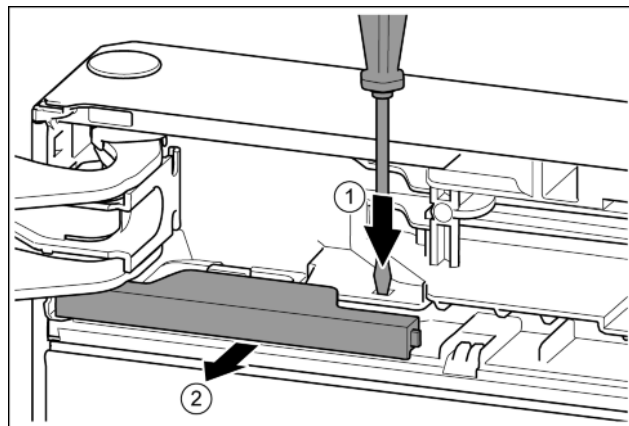

Fig. 10
- ▶ Plochým šroubovákem lamelu přitlačte. Fig. 10 (1)
- ▶ Kryt vytáhněte ze zářezky. Fig. 10 (2)